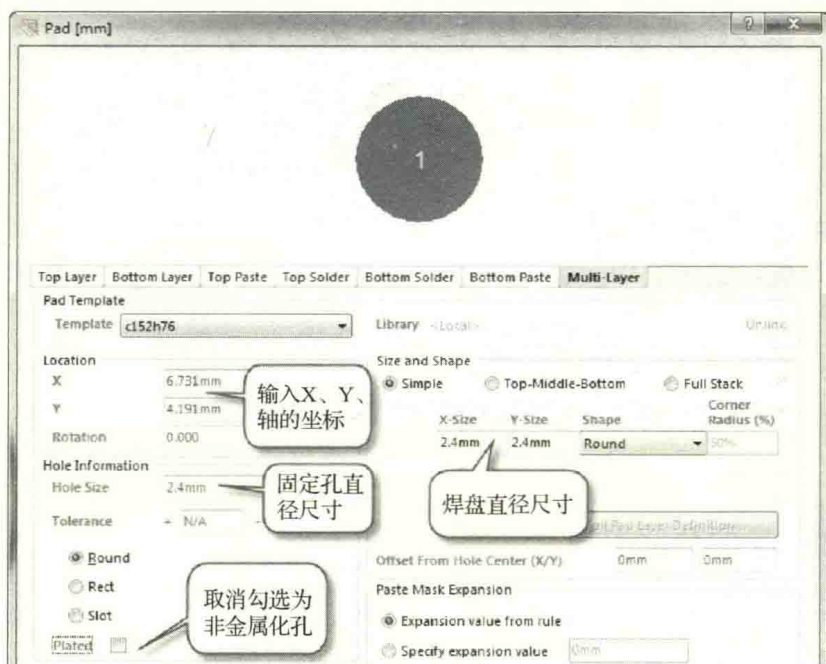

图 7-31 焊盘属性设置
(2) 按快捷键“PP”，放置一个焊盘，按照刚才的信息要求对焊盘属性进行设置，如图 7-31 所示。
① Location: 按照固定孔标识的 X、Y 轴的坐标进行输入。
② Hole Size: 固定孔尺寸，按照标识的尺寸输入直径尺寸。
③ Plate: 金属化和非金属化的选择，固定孔一般为非金属化，但是也有例外，这个根据实际需求进行勾选。
④ Size and Shape: 焊盘的大小和形状设置，一般非金属化孔，焊盘和孔等大设置，比如这个例子，孔的大小和焊盘的大小都是 2.4mm。